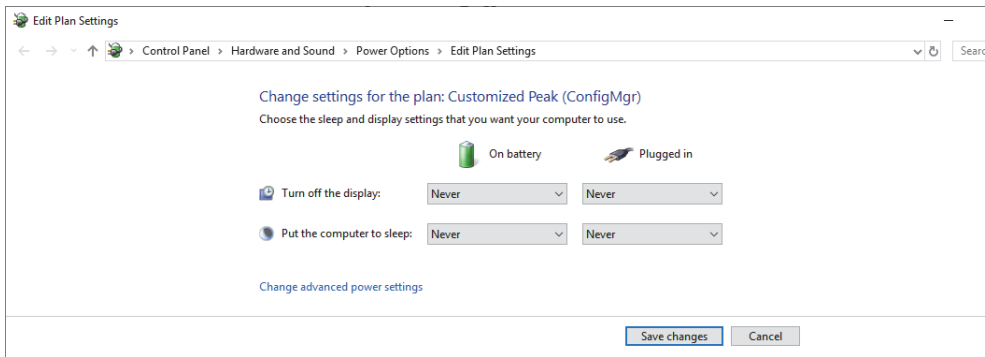

Figura 4-1 Caixa de diálogo Edit Plan Settings
- b) Na caixa de diálogo **Edit Plan Settings**, selecione **Never** para **Turn off the display** e **Put the computer tosleep** (Figura 4-1 na página 46).